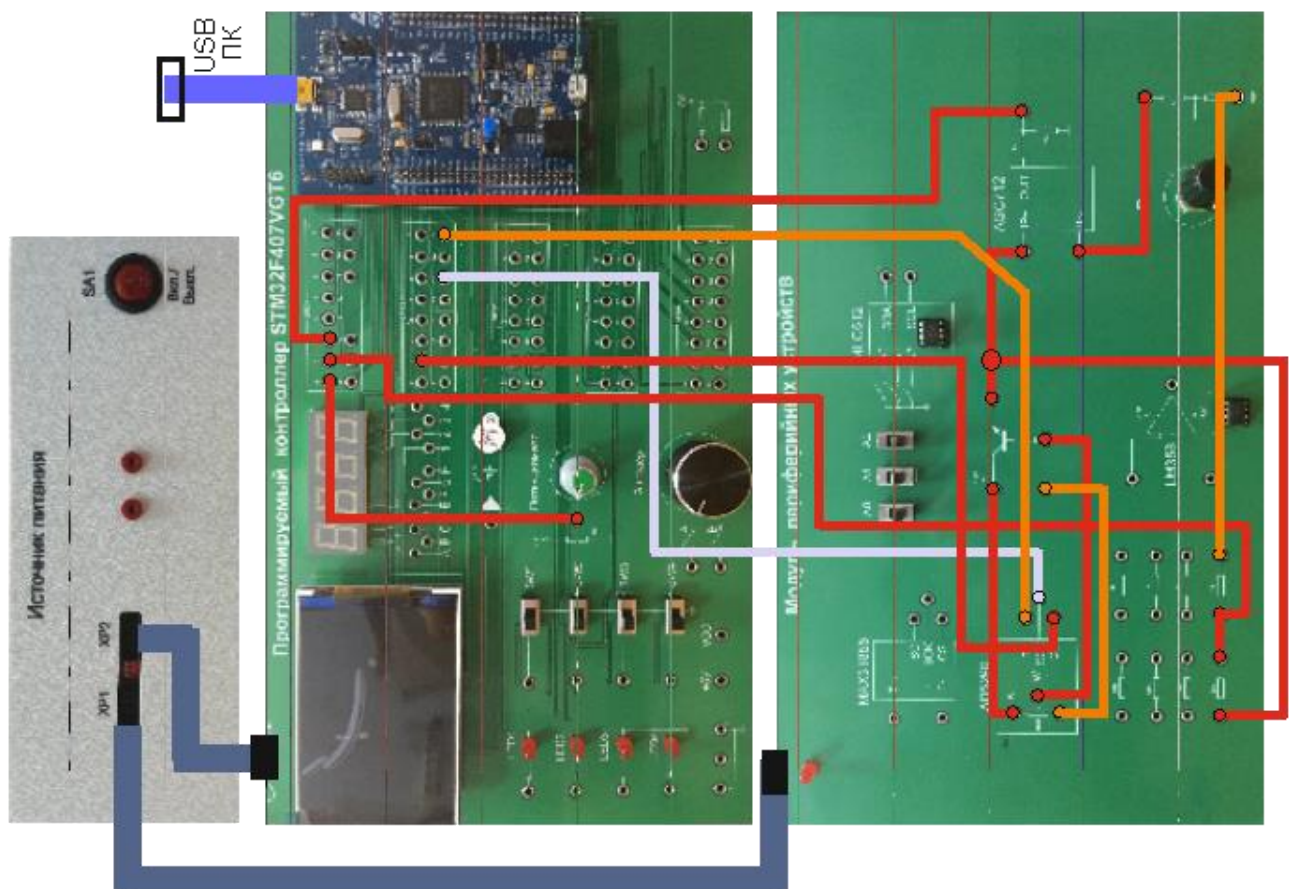

Рисунок 48. Схема соединений
5. Изучите схему, представленную на рис. 48. Подсоедините кабель mini-USB к контроллеру.